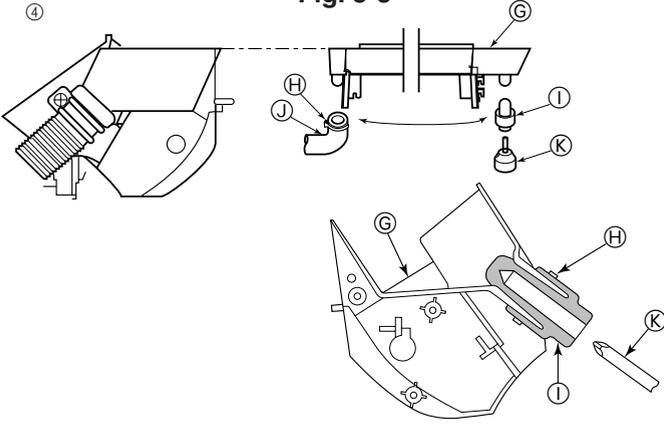

Fig. 3-9
④ Drenaj hortumu iki ayrı konumda bağlanabilir. En uygun konumu kullanınız ve gerekirse drenaj kuveti, lastik tapa ve drenaj hortumunun yerlerini değiştiriniz. (Fig. 3-9)